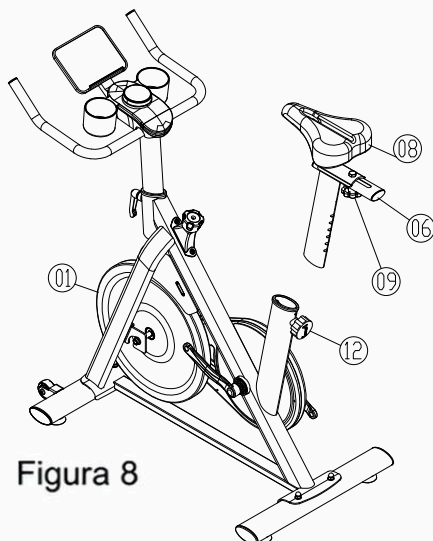

Figura 8
8. Far scorrere la sella preassemblata (Pezzi 06/08/09) nel telaio principale di montaggio (Pezzo 01), come mostrato nella Figura 8.